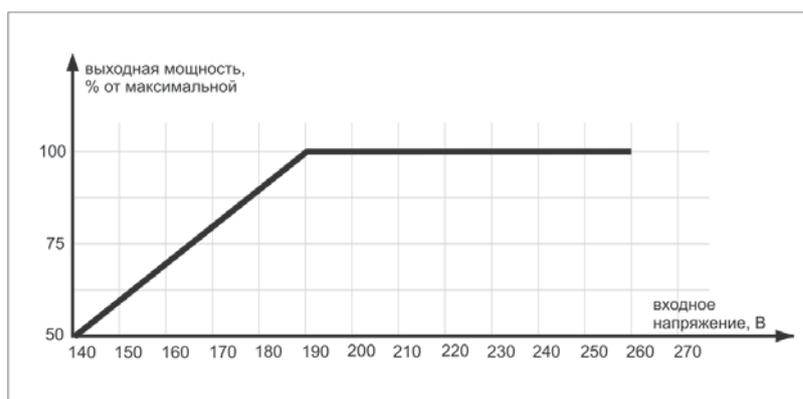

Рис.1
- Убедиться в том, что выключатель (рис. 1, поз. 3) находится в положении «выкл»;
- Перевести выключатель (рис. 1, поз. 3) в положение «вкл» на 10 секунд;
- Дисплей (рис. 1, поз. 2) должен показывать 220 В при работе стабилизатора в штатном режиме;
- Перевести выключатель (рис. 1, поз. 3) в положение «выкл».
- Установить выключатель (рис. 1, поз. 3) в положение «вкл». Обратите внимание, что напряжение на нагрузку будет подано с задержкой 3-6 сек.(время, необходимое стабилизатору для подстройки выходного напряжения).